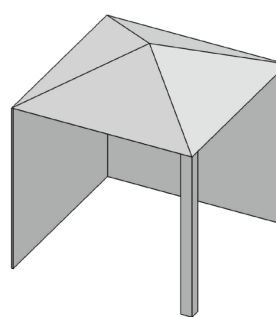
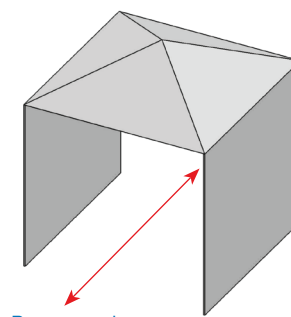

Fig. 2
Fig. 3
- » Sidevæggene kan enten være parallelle, som i en gennemgang, eller vinkelrette på hinanden. (Fig. 2 & Fig. 3)